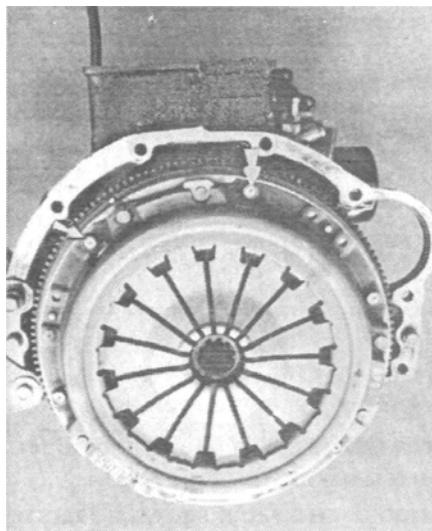

Рисунок 35 – Снятие сцепления
- снять сцепление (рисунок 35) и маховик;